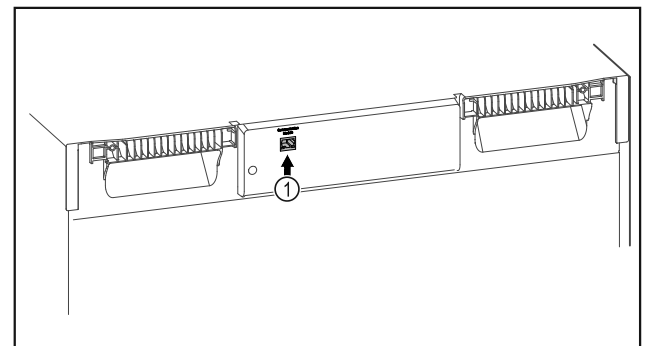

Fig. 110
- Vstavljen je SmartModule Fig. 110 (1).